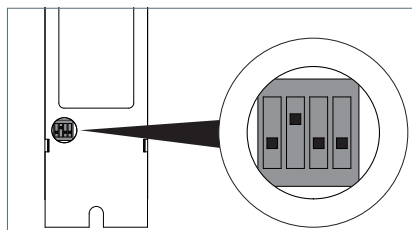

Fig. 30: DIP-Schalterstellung für Funktion Simple Group Control.
- ▶ Stellen Sie den DIP-Schalter Nr. 2 auf Position „ON“, siehe Fig. 30.